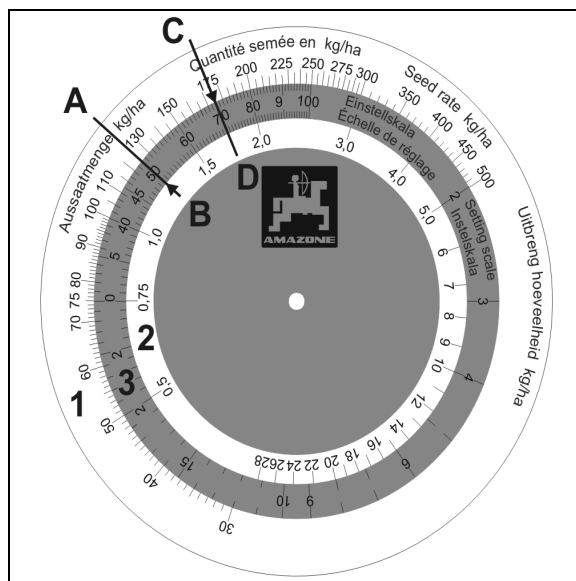

Рис. 67
Счетный диск состоит из трех шкал: из наружной белой шкалы (Рис. 67/1) для всех норм высева/внесения свыше 30 кг/га и внутренней белой шкалы (Рис. 67/2) для всех норм высева/внесения ниже 30 кг/га. На средней цветной шкале (Рис. 67/3) указаны положения редуктора от 1 до 100.
2. Установите на счетном диске одно над другим значение нормы высева/внесения **125 кг/га** (Рис. 67/A) и "позицию редуктора **50**" (Рис. 67/B).
3. Считайте со счетного диска положение редуктора для желаемой нормы высева/внесения **175 кг/га** (Рис. 67/C). В нашем примере - это "позиция редуктора **70**" (Рис. 67/D).